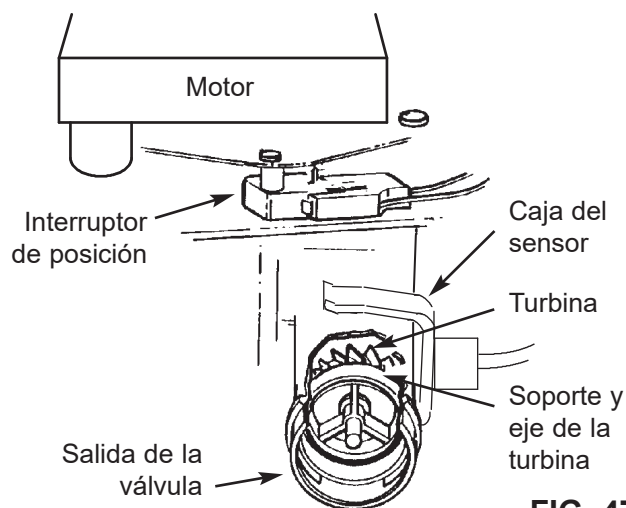

FIG. 47
**FUNCIONAMIENTO DE LA TURBINA:** Si no fluye agua por el ablandador, el indicador de la turbina mostrará tres ceros. Cuando fluye agua, se repite un recuento de 000 a 140 por cada galón de agua que pasa por la turbina. Para comprobar el funcionamiento positivo de la turbina cuando aparecen ceros en la pantalla, abra un grifo cercano de agua blanda y observe el recuento de la turbina. Si no obtiene una lectura en la pantalla con el grifo abierto, jale la caja del sensor del puerto de salida de la válvula (vea la Fig. 47). Pase un pequeño imán de un lado al otro al frente del sensor. Deberá obtener una lectura en la pantalla. Si obtiene una lectura, desconecte la plomería de entrada y salida y compruebe que la turbina no esté pegada.